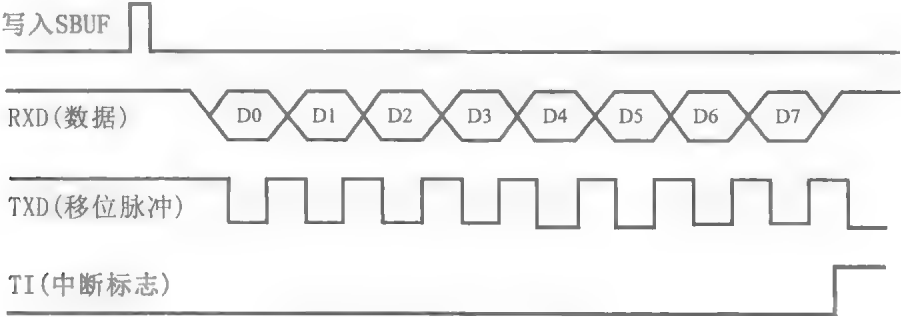

图 11.13 方式 0 发送
(1) 串行口方式 0（同步移位寄存器方式）。
- 发送：当执行任何一条写 SBUF 的指令时，就启动串行数据的发送，如图 11.13 所示。